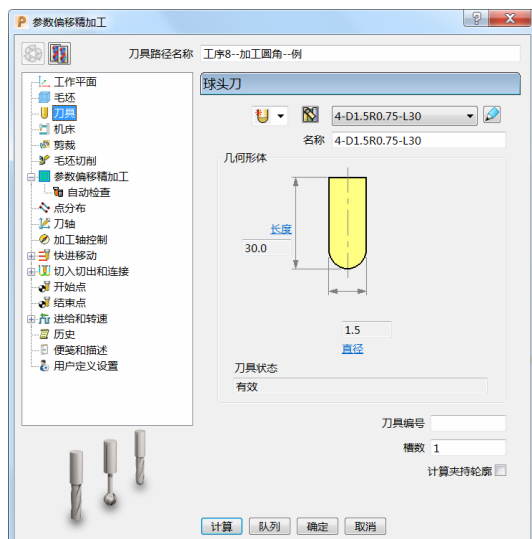

图 5-58
- 3) 刀具：选择“ $\phi 1.5$ 球头刀”，伸出 30mm 即可。（图 5-58）